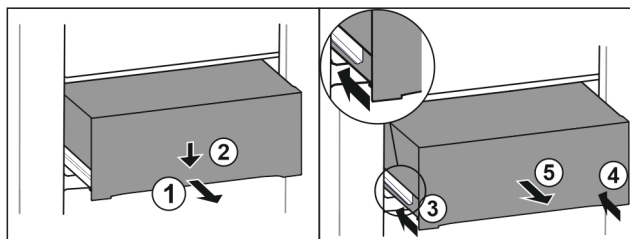

Fig. 112
- Izvucite ladicu na pola. Fig. 112 (1)
- Pritisnite ladicu naprijed prema dolje. Fig. 112 (2)
- Gurnite lijevu vodilicu za oko 2 cm. Fig. 112 (3)
- Gurnite desnu vodilicu za oko 2 cm. Fig. 112 (4)
- Izvadite ladicu prema naprijed. Fig. 112 (5)